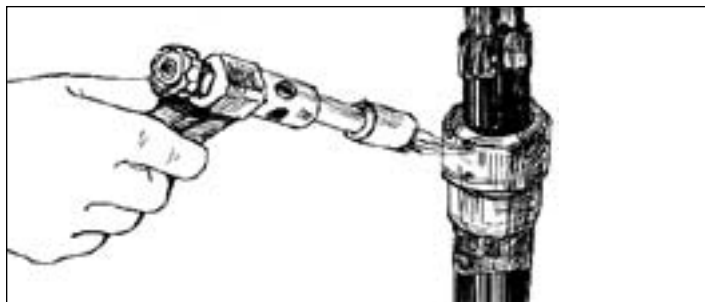

Рис. 4.37. - Усадка ТУТ на стыке оголовника с корпусом муфты
**4.13.2.** Залив герметик, без промедления соединяют оголовник муфты с корпусом и производят усадку трубки ТУТ (Рис. 4.37).